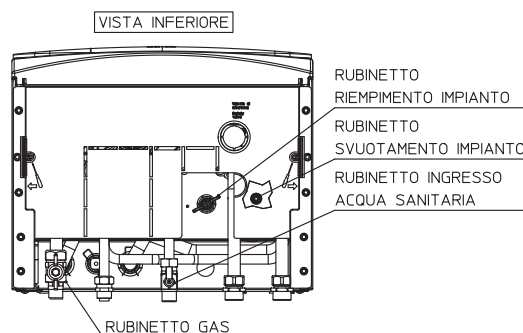

Fig. 2-8
*Se la pressione è inferiore ad 1 bar (ad impianto freddo) è necessario provvedere al ripristino attraverso il rubinetto posto nella parte inferiore della caldaia (Fig. 2-8).*
Per poter compiere l'operazione di svuotamento della caldaia agire sull'apposito rubinetto di svuotamento (Fig. 2-8).